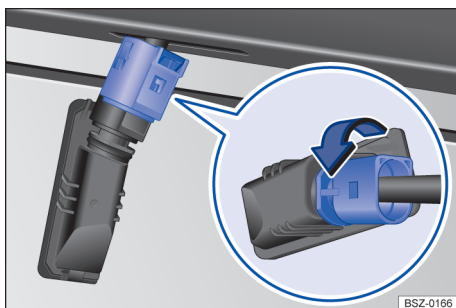

Fig. 165 Luz de matrícula: desmontaje del portalámparas.
5. Gire el portalámparas en el sentido de la flecha y extráigalo con la lámpara → fig. 165.
7. Coloque el portalámparas en la luz de matrícula y gírelo en el sentido contrario al de la flecha hasta el tope → fig. 165.